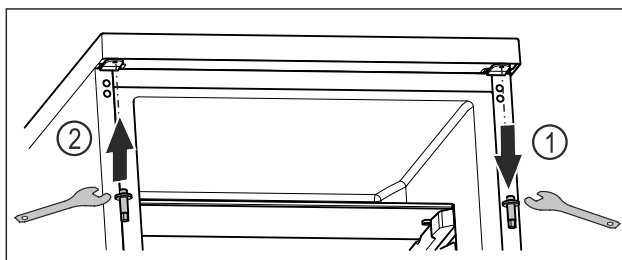

Fig. 18
- ▶ Odvrnite gornji svornjak s pomoću vanjskog šesterostranog ključa. Fig. 18 (1)
- ▶ Pritegnite svornjak na suprotnoj strani s pomoću vanjskog šesterostranog ključa. Fig. 18 (2)